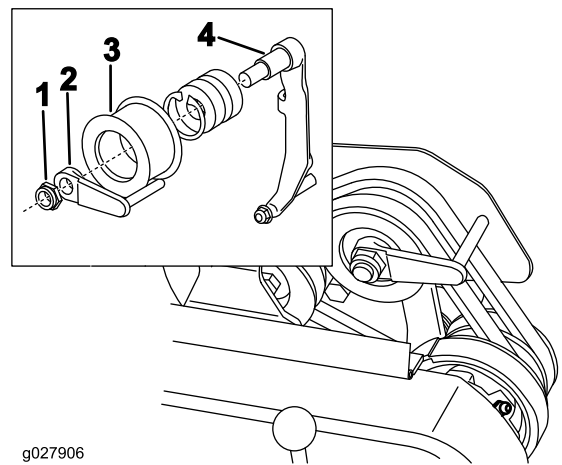

Figure 41
8. Pour pousser ou tirer la machine plus facilement sans mettre le moteur en marche, réglez le guide de courroie (Figure 41, détail) comme suit :